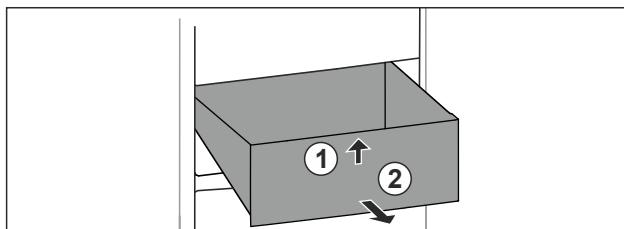

Fig. 64
- Nadvihnite zásuvku vpred. Fig. 64 (1)
- Odoberte zásuvku dopredu. Fig. 64 (2)